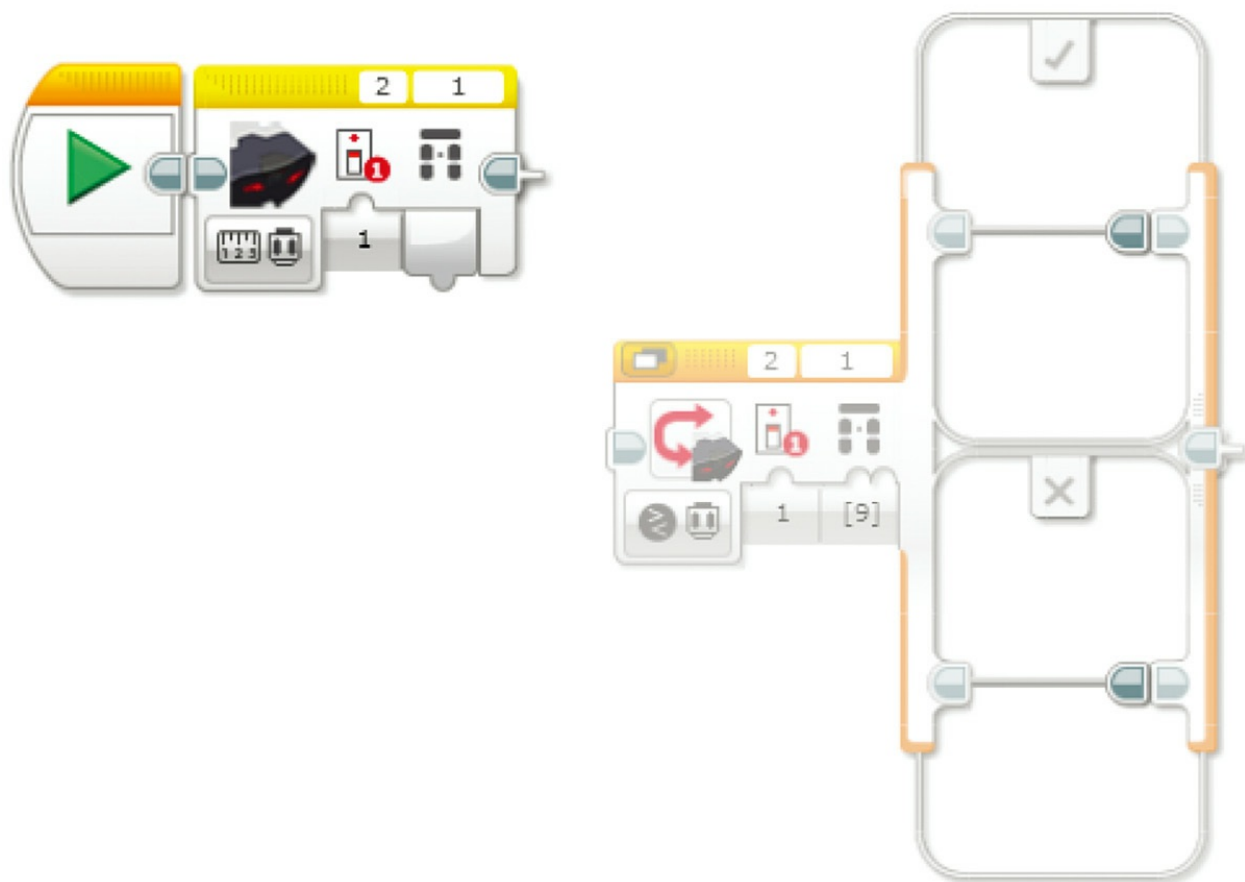

图11.32 注意之前的切换模块，现在已经不是主程序中的一部分了
**5.** 将智能砖层数调为2，传感器端口调为1，此时的程序应该如图11.32所示。